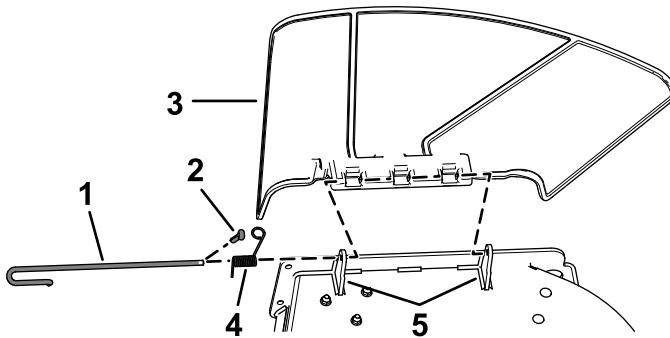

Bild 79
1. Entfernen Sie den Splint (Bild 79).
2. Entfernen Sie die Feder von der Kerbe in der Ablenkblechhalterung und schieben Sie die Stange aus den geschweißten Mähwerkhalterungen, der Feder und dem Auswurfablenkblech (Bild 79).
9. Setzen Sie den Splint ein (Bild 79).